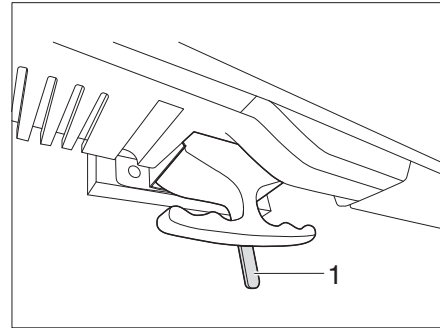

Bild 137 Upplåsning platt bildskärm
- Skjut spaken (Bild 137,1) åt vänster. Spärren är lossad.
- Skjut spaken (Bild 137,1) till mitten. Den platta bildskärmen är spärrad.